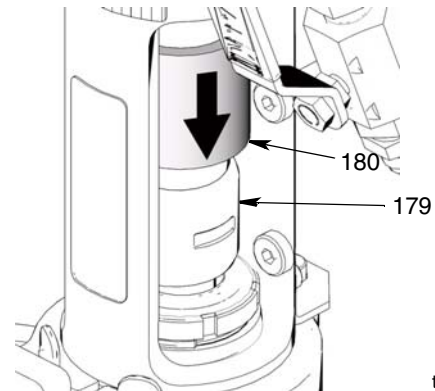

FIG. 18
6. (FIG. 18) Deslice la cubierta del acoplamiento (180) hacia abajo, para cubrir los acoplamientos (179).